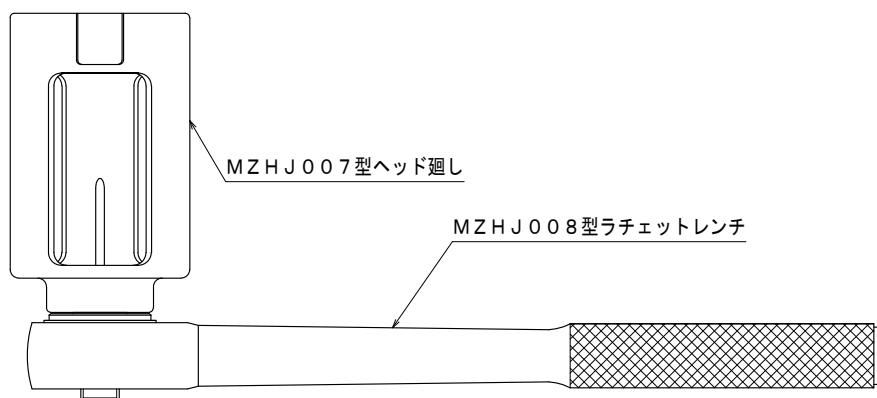

図6. スプリンクラーヘッド取付図
- ④スプリンクラーヘッドを専用工具の奥まで差し込み、安定した状態で締め込んでください。
- ⑤過度の力でスプリンクラーヘッドを締め付けず、専用工具を使用し150Nの力を加えた時の締付け力で締め付けてください。
- ⑥図6に示す施工寸法を守ってください。
(6) 保護キャップの取り外し
- ①保護キャップを手で持ち、そのまま下側にまっすぐ引き下げてください。保護キャップを斜めに引き下げる場合、感熱部のヒートコレクタが変形する可能性があります。
- ②シーリングプレートまたは保護カバーを取り付けるまで保護キャップは外さないでください。また、露出型で設置する場合は、工事が完了するまで保護キャップは外さないでください。